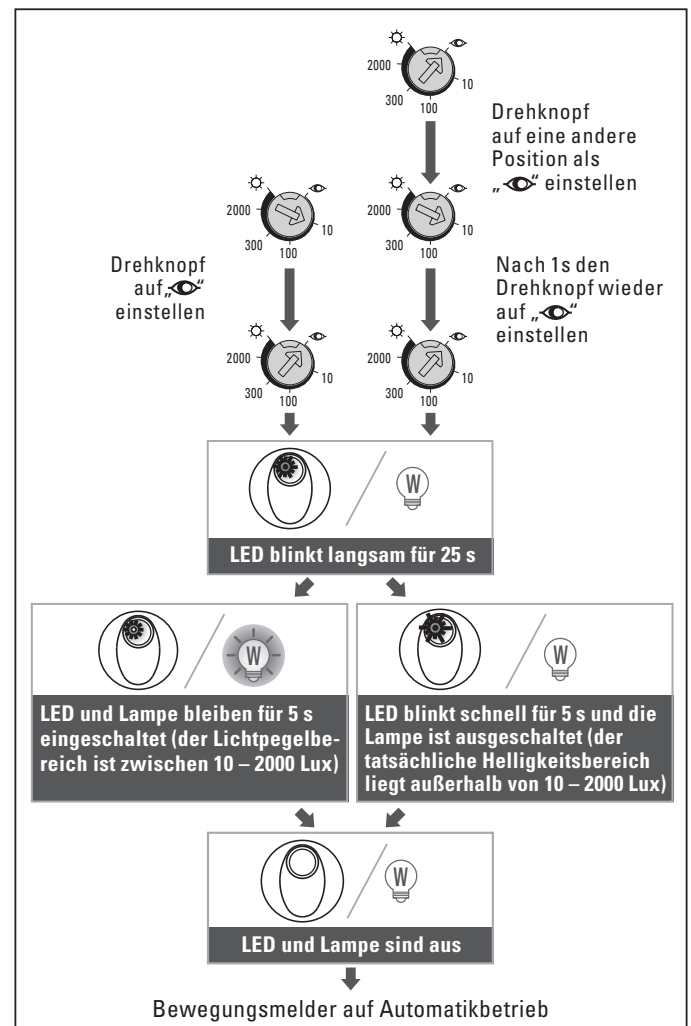

Abb. 13
1. Stellen Sie den Regler auf ☹ , wenn die Umgebungshelligkeit dem gewünschten Wert entspricht (Abb. 13).
2. Wenn der Regler schon auf ☹ steht, muss er für mehr als 1 s in eine andere Stellung gebracht werden, bevor er wieder auf ☹ gestellt werden kann (Abb. 13).
3. Anschließend wird die Last ausgeschaltet. Die LED beginnt langsam zu blinken, um anzuzeigen, dass die Lernfunktion aktiviert ist. Die Lernfunktion wird innerhalb von 25 s abgeschlossen. Danach bleiben die LED und die Last für 5 s eingeschaltet oder die LED blinkt schnell für 5 s und die Last ist ausgeschaltet, um das erfolgreiche Lernen zu bestätigen (Abb. 13).